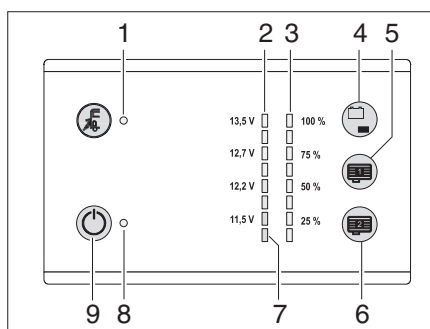

Fig. 94 Panel LT 101 / LT 102
El nivel de llenado del depósito de agua se puede consultar con la tecla táctil (Fig. 94,4).
- Tocar la tecla táctil (Fig. 94,4): El nivel de llenado del depósito de agua se visualiza en cuatro niveles con los LEDs (Fig. 94,3) (25 % a 100 %).
Los niveles de los depósitos de aguas residuales internos (equipamiento especial) se pueden consultar pulsando las teclas táctiles (Fig. 94,5 y 6).
- Tocar la tecla táctil (Fig. 94,5 ó 6): El nivel de llenado del depósito correspondiente se visualiza en cuatro niveles con los LEDs (Fig. 94,3) (25 % a 100 %).
El LED de advertencia rojo (Fig. 94,7) parpadea en cuanto la tensión de la batería del habitáculo es solamente 11 V (medida en funcionamiento) y con ello la descarga total inminente.
Con la tecla táctil (Fig. 94,4) se puede consultar el estado de carga de la batería del habitáculo.
Indicar: ■ Tocar la tecla táctil (Fig. 94,4): Se muestra el estado de carga de la batería del habitáculo.
El interruptor principal de 12 V (Fig. 94,9) conecta y desconecta el panel y la alimentación de 12 V del habitáculo.
Conectar: ■ Tocar la tecla táctil (Fig. 94,9): La alimentación de 12 V del habitáculo está conectada. La luz de control (Fig. 94,8) se enciende de color verde.
Desconectar: ■ Tocar la tecla táctil (Fig. 94,9) de nuevo: La alimentación de 12 V del habitáculo está desconectada. Se apaga la luz de control de 12 V (Fig. 94,8).
- ▷ Si el LED de advertencia de descarga total (Fig. 94,9) parpadea, la alimentación no puede ser conectada, ya que la tensión de la batería es demasiado baja.